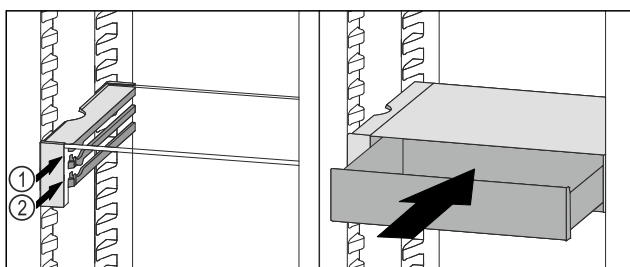

Fig. 148
- Nasadte zásuvku VarioSafe za zářezky na požadovaném žebro Fig. 148 (1) nebo Fig. 148 (2).